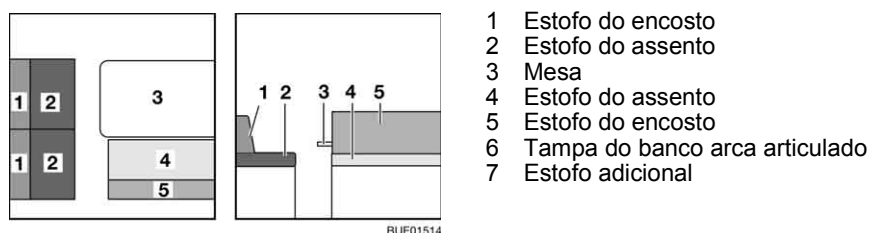

Fig. 137 Antes da transformação
- Transforme a mesa (Fig. 137,3) em base para cama (ver ponto 6.11).
- Retire os estofos do encosto (Fig. 137,1 e Fig. 137,5) e os estofos do assento (Fig. 137,2) e coloque-os de parte.